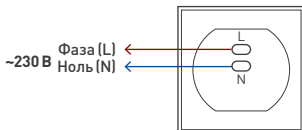

Рис. 1.
- 3.5. Подключите провода сетевого питания AC 230 В к контактам розетки в соответствии со схемой (рис. 1): L {фаза} — коричневый, N (нейтраль) — синий.